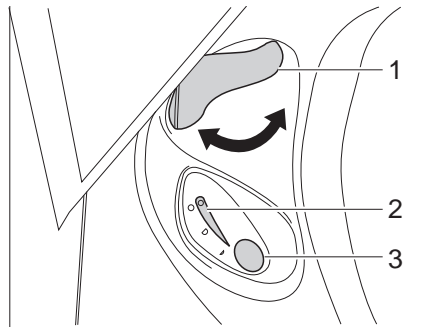

Bild 261 Bedieneinheit Thetford-Toilette
- Vor dem Spülen den Schieber der Thetford-Toilette öffnen. Dazu den Schieberhebel (Bild 261,1) entgegen dem Uhrzeigersinn drehen.
- Zum Spülen den blauen Spülknopf (Bild 261,3) drücken.
- Nach dem Spülen den Schieber schließen. Dazu den Schieberhebel (Bild 261,1) im Uhrzeigersinn drehen.
Die Kontroll-Leuchte (Bild 261,2) leuchtet, wenn die Thetford-Kassette entleert werden muss.
- Den Schieberhebel (Bild 261,1) im Uhrzeigersinn drehen. Der Schieber wird geschlossen. Zum Entleeren **muss** in der Thetford-Toilette der Schieber geschlossen sein.